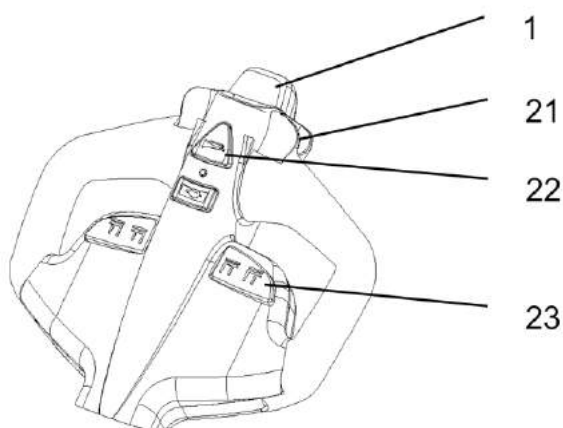

Рис.7: Ручка управления
Нажмите на кнопку (рис. 7, поз. 22) для проверки работы звукового предупреждающего сигнала.
Для осуществления подъема груза необходимо полностью подъехать под паллет с грузом, нажать и удерживать кнопку подъема (рис. 7, поз. 23), пока не будет достигнута нужная высота подъема.
Для опускания вил нажмите и удерживайте кнопку снижения (рис. 7, поз. 23). Опускайте груз, пока вилы не освободятся от паллета, затем аккуратно переместите тележку от груза.
Контролируйте скорость передвижения с помощью маховиков (рис. 7, поз. 21) для достижения требуемой скорости.
- Переключение маховиков управления (рис. 7, поз. 21) обратно в начальное положение или освобождение маховиков активирует систему торможения. Тележка тормозит до полной остановки.
- При переключении маховиков управления (рис. 7, поз. 21) из положения «движение в одном направлении» в положение «движение в противоположном направлении», тележка постепенно тормозит, пока не начнет движение в противоположном направлении.